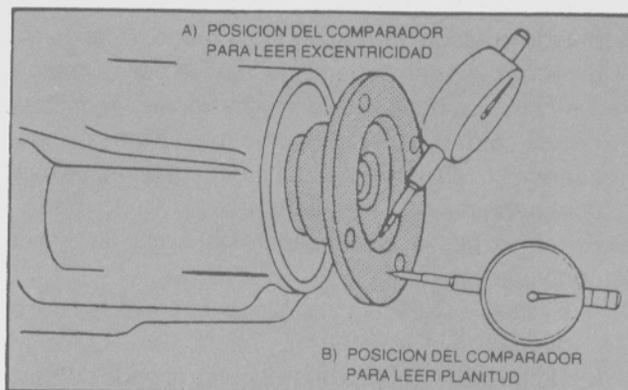

Fig. 2
- Instalar el comparador tal como se indica en la Fig. 2 de modo que el sensor del comparador quede perpendicular al plano frontal de la brida y apoyando sobre una circunferencia cercana al diámetro exterior de la brida.